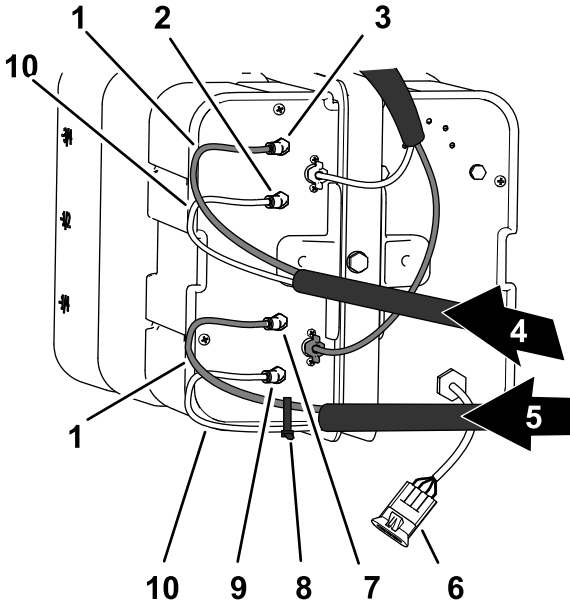

Figure 14
1. Sur le panneau de connexion du compresseur du kit traceur à mousse, attachez un serre-câble autour des tubes transparent et bleu pour la section de pulvérisation droite (Figure 14).